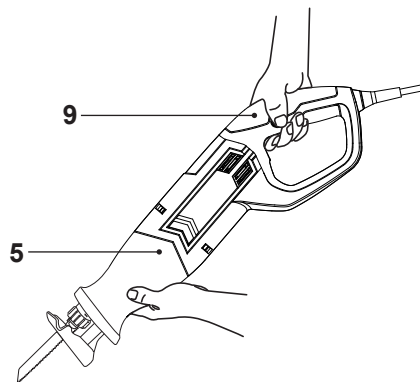

Fig. 7
- > Verificați dacă există o distanță suficientă pentru lama ferăstrăului (1) sub piesa prelucrată.
- > Țineți produsul cu o mână de mâner (9) și cu cealaltă mână de suprafața de prindere (5). Nu utilizați produsul ținându-l cu o singură mână!
- > Țineți-vă mâinile departe de sub piesa prelucrată (Fig. 7).